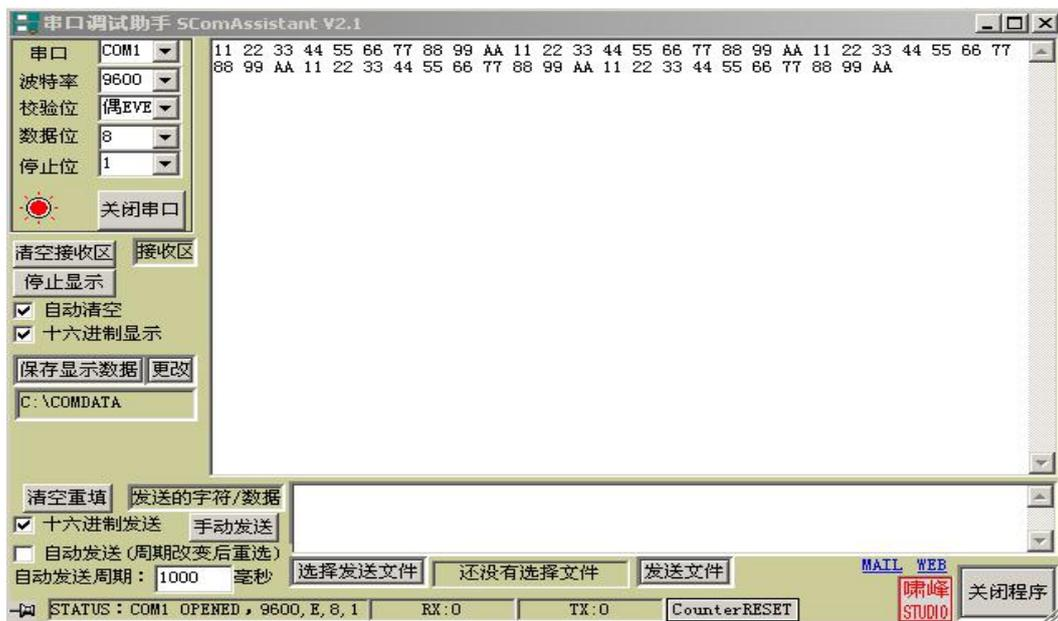

图 32
(3) 演示程序操作
- ① 将 PC1 中的 STEP 7 程序 t232_5 和硬件配置下载到 PLC 中，PB-B-RS232/485/V35 中的 PROFIBUS 通信故障灯 PBFAL（红）灭，并且通信状态灯 PBOK(黄色)亮，表示 PROFIBUS 已连通，否则应检查电缆、插头、配置及 PB-B-RS232/485/V35 中站号的设置；
- ②⑥ 运行 PLC 程序,由于 PB-B-RS232/485/V35 设置成 RS232 主的模式,因此上电后应处于“接收完毕/发送允许”状态,即 $I1.0 = reok_tren = Q66.0 = LD0 = 1$, LD0 灯亮。
- ③ 在 PC2 中启动“串口测试程序”,并选择串口: COM1; 波特率: 9600; 校验位: 偶 Even; 数据位: 8; 停止位: 1; 接收区: 十六进制显示; 发送区: 十六进制发送, 如图 32。